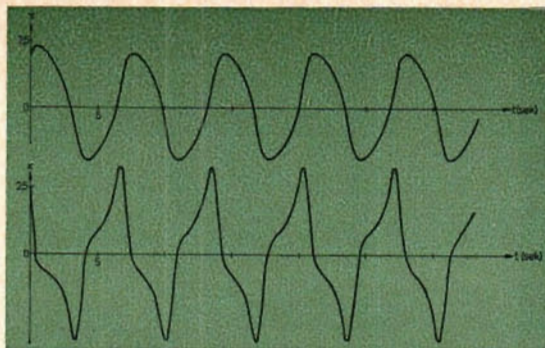

Fig. 44
Ekv. (44) realiseras så som visas i fig. 43. Funktionsgeneratorerna FG i fig. 43 kan vara uppbyggda enligt samma principer som behandlades i samband med den elektroniska funktionsgeneratorn. I detta fall skall funktionsgeneratorerna dock generera kvadraterna på de inmatade storheterna. Fig. 44 visar en registrerad lösning till ekv. (42). Stationär svängning erhålles efter ett insvängningsförlopp.